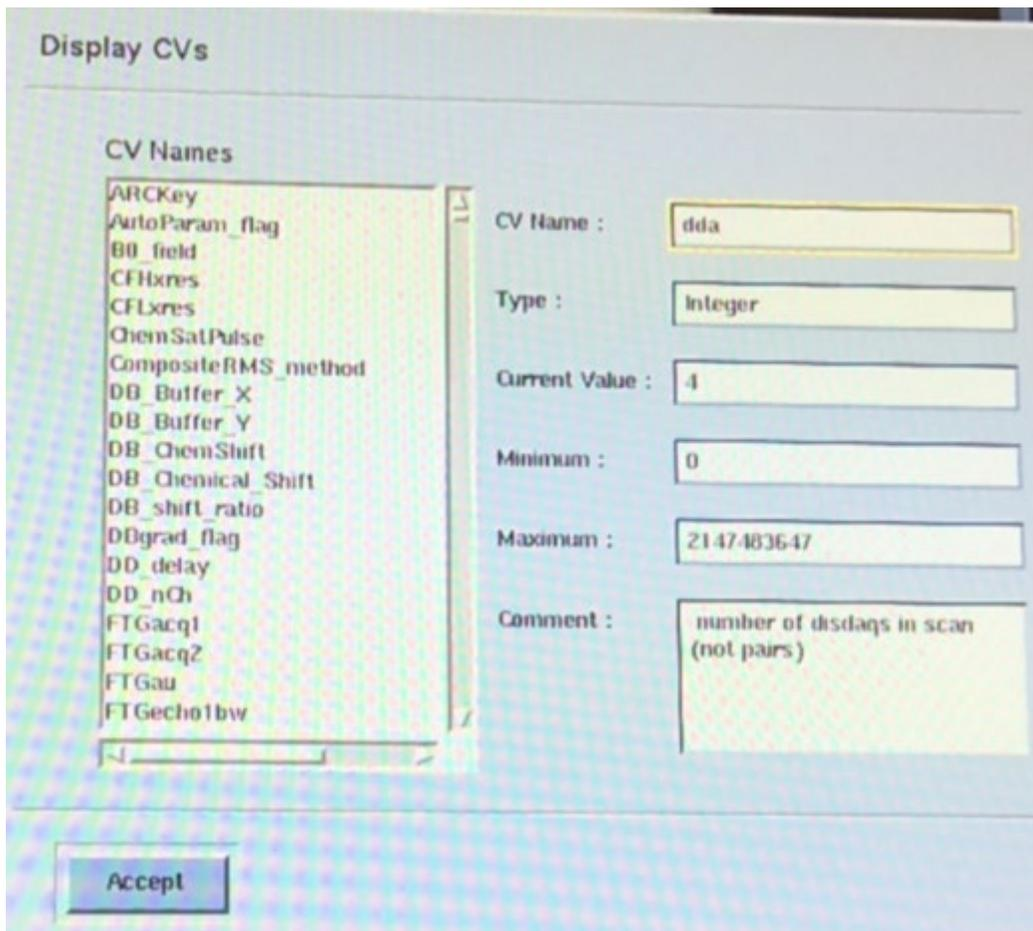

Figura 38: Edición de CV de investigación para la exploración AX THERM
- En la nueva ventana que aparece (*figura 38*), escriba "dda" (todo en minúsculas) junto a **Nombre CV**, establezca el **Valor actual** en 0 y pulse **Aceptar**.